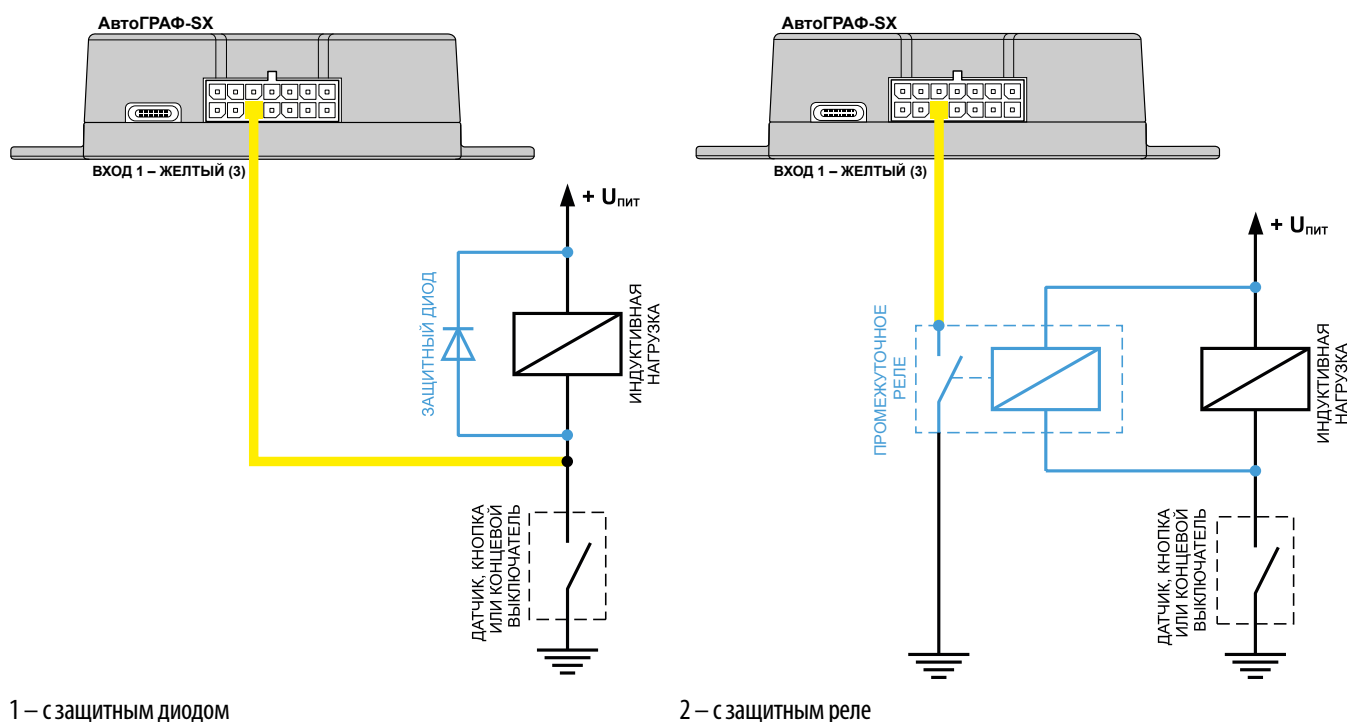

Рис.9. Варианты подключения цифрового входа по «-» в цепь с индуктивной нагрузкой.
1. Защитный диод (Рис.9, 1) – устанавливается параллельно индуктивной нагрузке. При этом прямой ток защитного диода ($I_{\text{диода, прямой}}$) должен быть не менее $1.5 \cdot I_{\text{удержания катушки}}$. Если ток удержания катушки неизвестен или есть сомнения, следует использовать схему включения с защитным реле.
2. Защитное реле (Рис.9, 2) – устанавливается параллельно индуктивной нагрузке. При этом контакты защитного реле служат для замыкания входа контроллера на «массу».